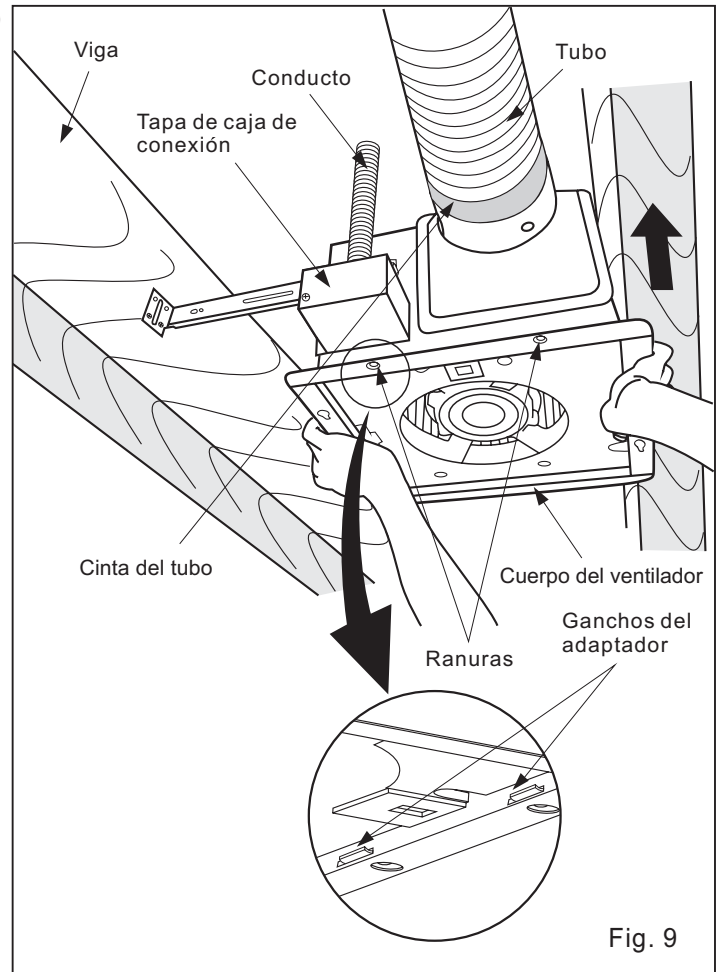

Fig. 9
5. Introduzca el cuerpo del ventilador en las vigas. (Fig. 9)
4. Inserte el cuerpo del ventilador (sin la sección del soplador) en el cielo raso. (Fig. 9)